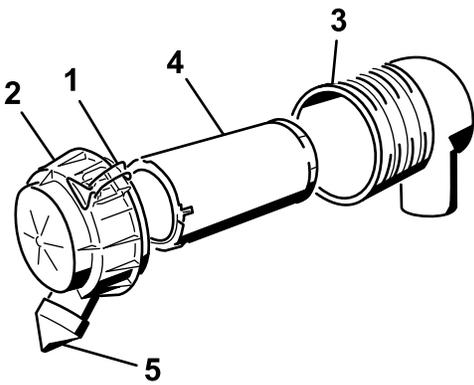

Рисунок 26
3. Освободите защелки воздухоочистителя и снимите крышку воздухоочистителя с корпуса воздушного фильтра (Рисунок 26).
- Осторожно извлеките фильтр из корпуса воздушного фильтра (Рисунок 26).
- Осторожно установите фильтр (Рисунок 26).
- Установите крышку воздухоочистителя таким образом, чтобы пылезащитный колпачок был ориентирован вниз, и закройте защелки (Рисунок 26).